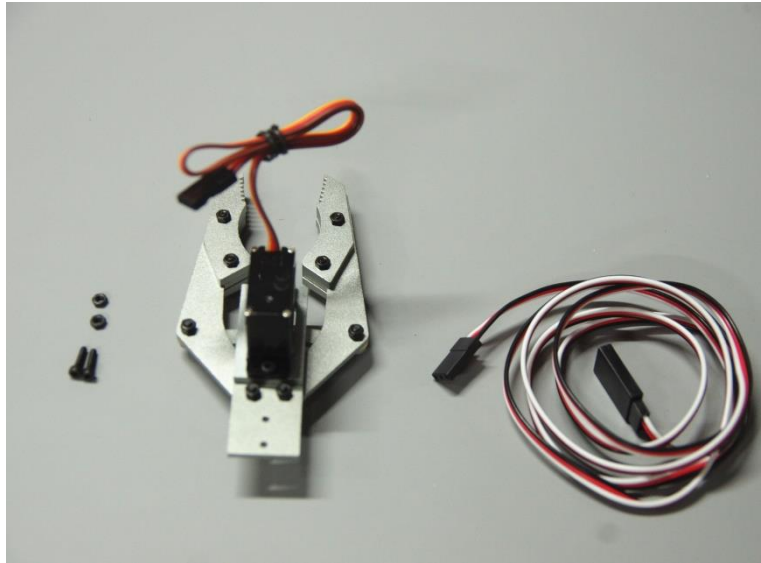

图 2.5 手爪配件
1. 手爪配件如图 2.5 所示，包括 M2*8 螺丝两个，螺母两个，机械爪一支，舵机线一条；